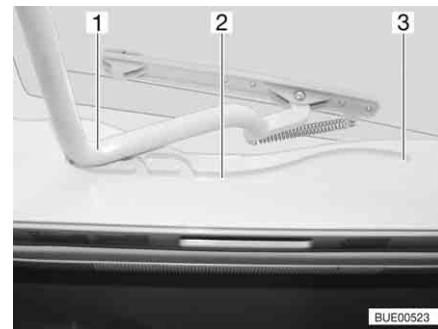

Bild 59 Heki-Dachhaube, Führung
- Den Bügel (Bild 59,1) in den Führungen (Bild 59,2) bis in die hinterste Position (Bild 59,3) ziehen.
- Den Bügel (Bild 59,1) mit beiden Händen leicht nach oben drücken.
- Den Bügel in den Führungen (Bild 59,2) bis zur gewünschten Stellung ziehen.